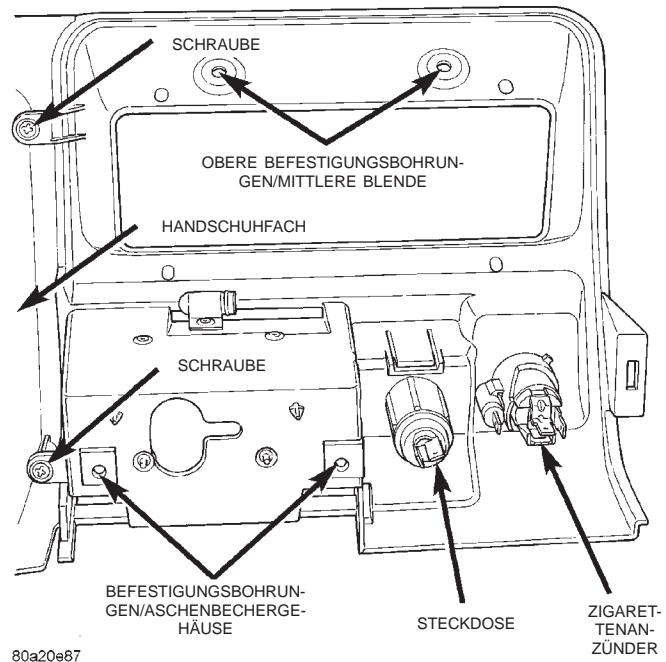

Abb. 16 Mittlere Instrumententafelblende aus- und einbauen
- (1) Handschuhfach aus der Instrumententafel ausbauen, siehe Kapitel "Handschuhfach".
- (2) Die beiden Schrauben an der Rückseite des Handschuhfaches lösen, mit denen die mittlere Blende der Instrumententafel an der Innenseite des Handschuhfaches befestigt ist (Abb. 16).
- (3) Der Einbau erfolgt in umgekehrter Reihenfolge wie der Ausbau. Befestigungsschrauben mit einem Anzugsmoment von 2,2 N·m (20 in. lbs.) festziehen.